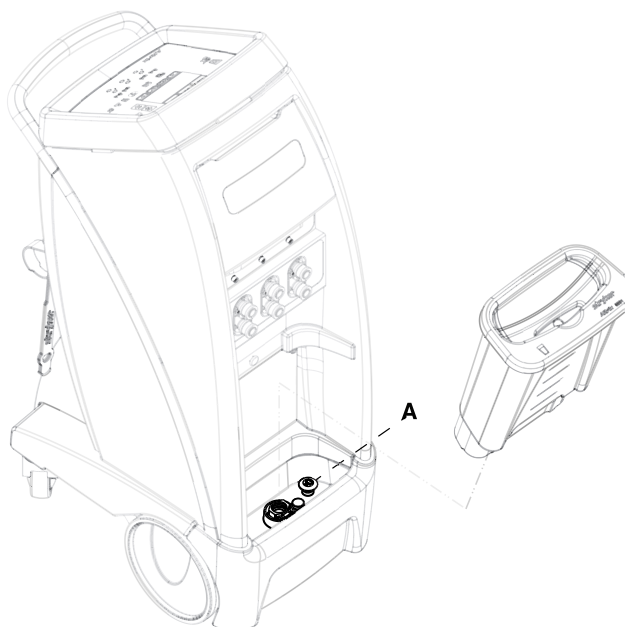

Figura 5-20: Tampão de drenagem
2. Retire o reservatório e puxe o tampão de drenagem do controlador para cima (A) para abrir o dreno (Figura 5-20 na página 5-37).